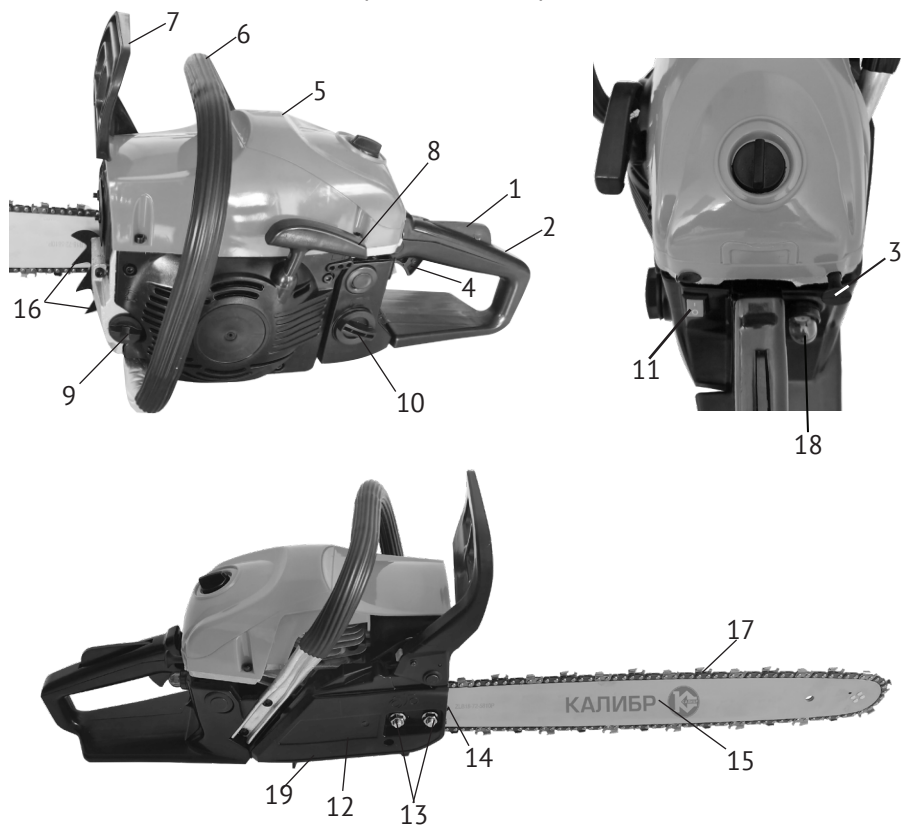

рис.1
Бензопила – инструмент, использующий в качестве привода одноцилиндровый двухтактный бензиновый двигатель внутреннего сгорания. Рабочим органом пилы является пильный аппарат, состоящий из бесконечной (замкнутой) пильной цепи (рис.1 поз.17), бегущей по шине (рис.1 поз.15).
Двигатель работает на топливе из смеси неэтилированного бензина с октановым числом не менее 92 и специального масла для 2-тактных двигателей. Он оснащён диафрагменным карбюратором и электронной системой зажигания. Для запуска двигателя служит ручной стартер (рис.1 поз.8) и ручной насос (праймер, рис.1 поз.18) для предварительной подкачки топлива в карбюратор.
Ведущая звёздочка приводится в движение автоматической муфтой сцепления. На холостых оборотах зацепление не происходит, и пильная цепь не движется. Увеличиваем обороты двигателя до рабочих нажатием на рычаг управления дросселем (рис.1 поз.4). При этом колодки муфты сцепления расходятся и входят в зацепление с барабаном. Вращение начинает передаваться на приводную звёздочку пильной цепи. После отключения рычага управления дросселем, обороты двигателя снижаются до холостого хода (около 3000 об/мин), цепь автоматически останавливается. Остановка цепи также осуществляется механическим тормозом двойного действия: вручную, нажав левой рукой на щиток тормоза (рис.1 поз.7) от себя, или при срабатывании автоматического инерционного привода (при отскоке, защемлении цепи).
Две рукоятки пилы – передняя (рис.1 поз.6) и задняя (рис.1 поз.2) оснащены устройством виброгашения.
2.4 Общий вид бензопилы представлен на рис.1
### 2.5.1 Установка зубчатого упора (рис.1 поз.16)
Перед монтажом зубчатого упора убедитесь, что переключатель зажигания (рис.1 поз.11) находится в положении «0» - выключено.
- открутите с помощью комбинированного ключа гайки (рис.1 поз.13) крепления шины и снимите тормоз цепи в сборе;
- установите зубчатый упор (рис.1 поз.16) (зубьями вверх) и зафиксируйте двумя винтами (см.рис.).
- Ослабьте с помощью комбинированного ключа и снимите с пилы гайки (рис.1 поз.13)
- При снятом тормозе цепи, установите шину (рис.1 поз.15) на крепёжные шпильки в крайнее заднее положение.
- Пильную цепь (рис.1 поз.17) наденьте на ведущую звёздочку, расположенную за барабаном сцепления. Уложите верхнюю часть цепи в паз шины, пропустите цепь между зубцами ведомой звёздочки на переднем конце шины. Потяните шину вперёд так, чтобы нижняя часть цепи «села» в паз шины. Проверьте, чтобы направление зуба цепи совпадало с направлением, указанным на корпусе. Убедитесь, что тормоз цепи находится в выключенном положении.
- Удерживая шину с цепью, установите тормоз цепи на крепёжные шпильки, так чтобы сухарь винта натяжителя цепи (рис.1 поз.14) попал в регулировочное отверстие хвостовика шины.
- Затяните гайками (рис.1 поз.13) шину и тормоз цепи вручную.
**Внимание!** Перед регулировкой натяжения цепи убедитесь, что гайки крепления шины (рис.1 поз.13) немного ослаблены.
Регулировка натяжения цепи производится винтом (рис.1 поз.14) при ослабленных гайках крепления шины:
- отверните пробку масляного бака (рис.1 поз.9);
Расход масла для смазки цепи регулируется винтом (рис.1 поз.19). При повороте винта по часовой стрелке расход масла уменьшается, при повороте против часовой стрелки – увеличивается (символы MAX и MIN на корпусе).
- установите переключатель зажигания (рис.1 поз.11) в положение «I» - включено;
- несколько раз медленно нажмите на колпачок праймера (рис.1 поз.18) для подкачки топлива, пока смесь не заполнит резиновый колпачок кнопки;
- вытяните до упора кнопку воздушной заслонки (рис.1 поз.3) из корпуса бензопилы;
- нажмите последовательно рычаг безопасности (рис.1 поз.1) и рычаг управления дросселем (рис.1 поз.4);
- правой рукой за рукоятку стартера (рис.1 поз.8) сделайте несколько коротких рывков шнура стартера до первых признаков запуска двигателя (схватывание);
- при необходимости, несколько раз медленно нажмите на колпачок праймера (рис.1 поз.18) для подкачки топлива, пока смесь не заполнит резиновый колпачок кнопки;
- вытяните до упора кнопку воздушной заслонки (рис.1 поз.3) из корпуса бензопилы, затем задвиньте полностью обратно (заслонка заняла пусковое положение);
- вывернуть свечу зажигания, которая находится под крышкой (рис.1 поз.5) воздушного фильтра;